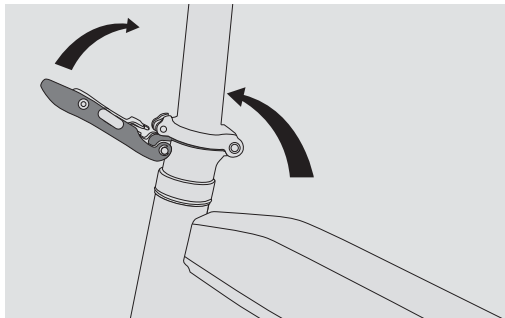

Figure 1.1
1. Première étape : Après avoir déballé le vélo électrique entier, veuillez le dérouler (Figure 1.1).